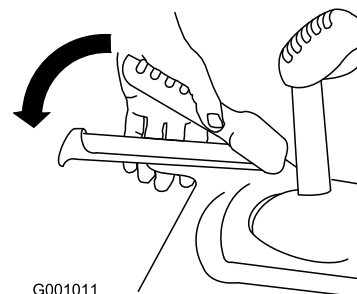

Figure 32
1. Pour engager la transmission aux roues, serrez le levier gauche (déplacement) contre la poignée (Figure 32).